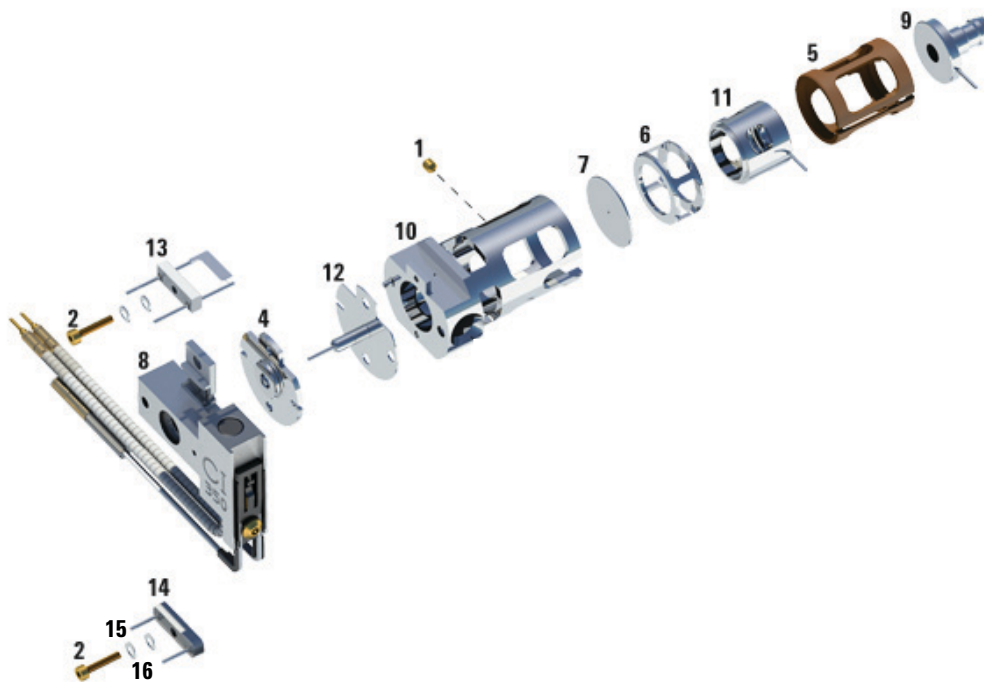

Рисунок 40 Сборка источника ионов ХИ
- 2 Соберите следующие компоненты источника ионов ХИ для очистки: (Рисунок 40 на стр. 202)